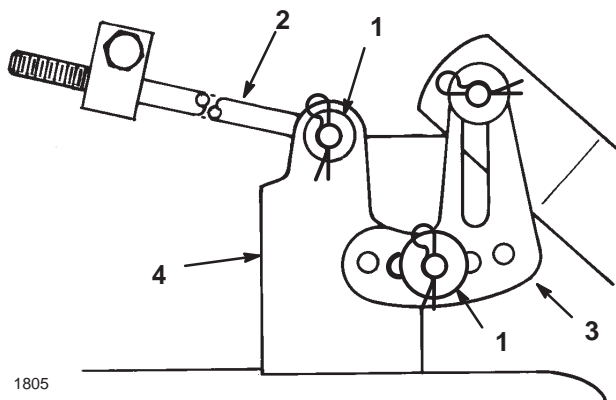

Bild 19
7. Entfernen Sie den Splint und die Scheibe vom Ende der langen Stange (Bild 19). Schieben Sie die Stange aus der Mähwerkhalterung heraus.
8. Entfernen Sie den Splint und die Scheibe von der Mähwerknivellierhalterung (Bild 19). Schieben Sie den Bügel vom Montagestift herunter. Bringen Sie die Scheibe und den Splint zur Einlagerung wieder an.